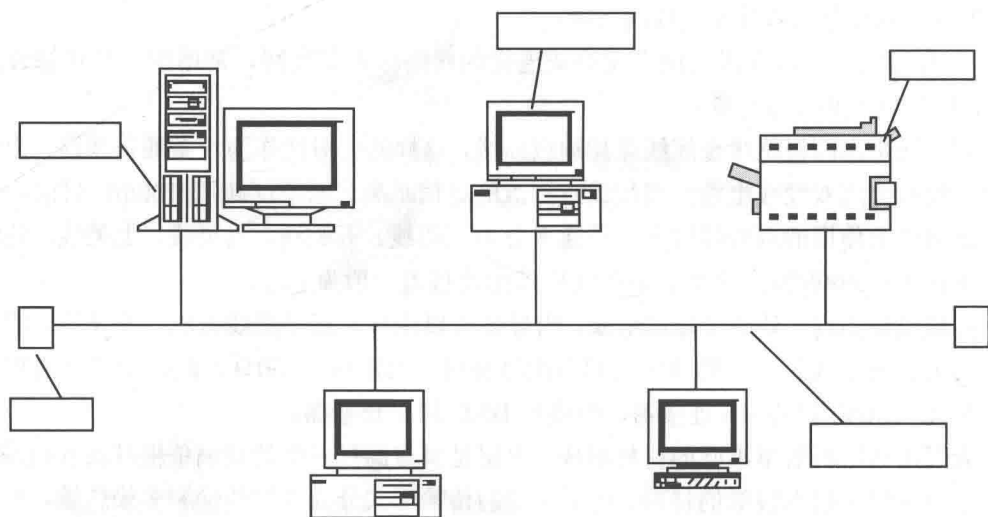

图 1-1
七. 请填写图 1-1~1-4 中各种网络拓扑结构部件。
(1) 总线型网络拓扑结构 (见图 1-1)